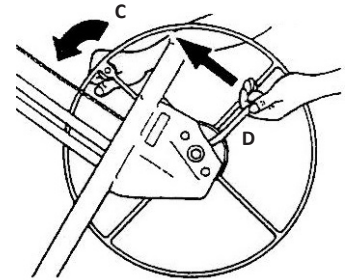

FIG. 2
- Tenez la roue du treuil et le bras de frein (figure 2). Tournez légèrement la roue du treuil vers l'avant (C) tout en soulevant le bras de frein pour desserrer le frein.